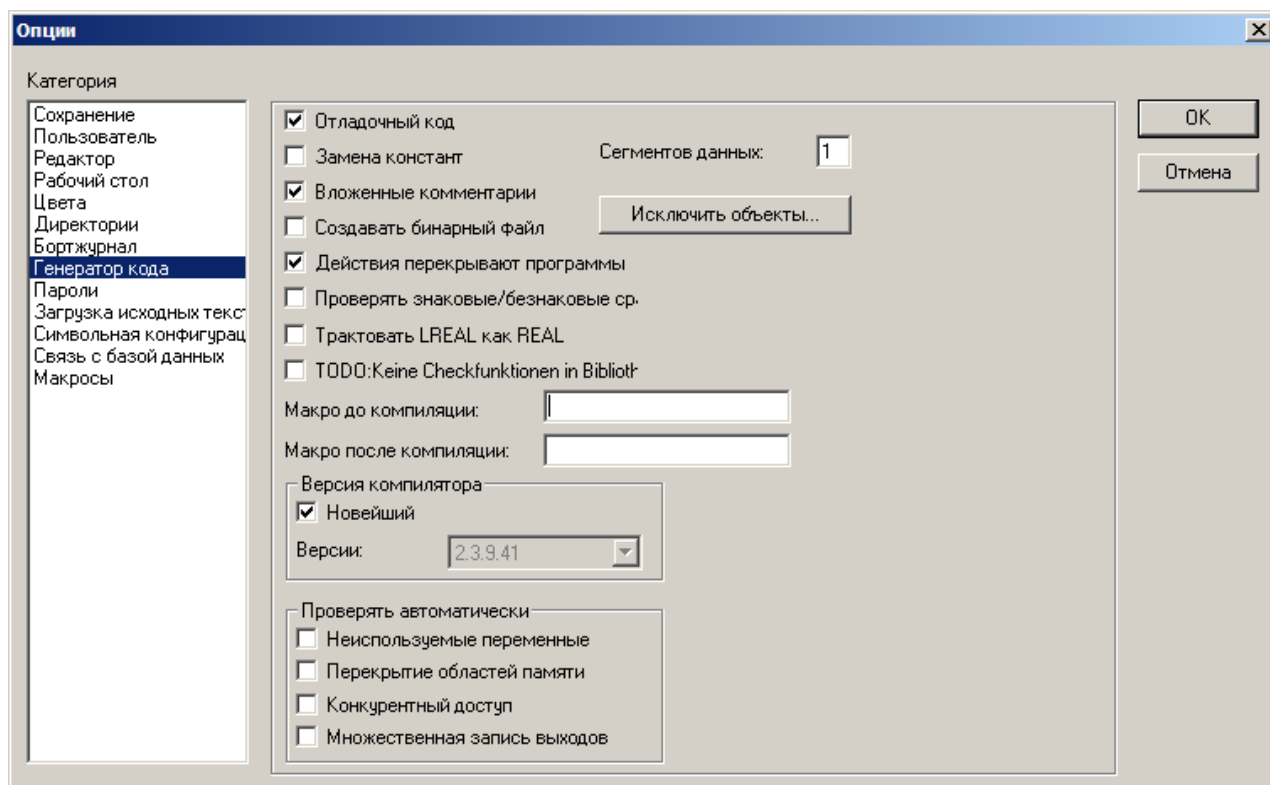

Рисунок 3.19 – Окно настройки параметров проекта с параметрами генерации кода
1. Выбрать в главном меню CODESYS пункт «Проект» – «Опции». На экране появится окно, в котором задаются параметры проекта, в том числе и опции компилятора (см. рисунок 3.19).